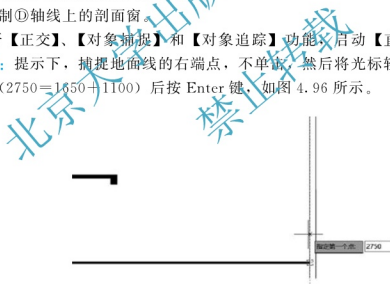

图 4.96 利用【对象追踪】辅助工具寻找水平线的起点
(1) 将【墙】图层设置为当前层。
(2) 绘制①轴线上的剖面窗。
① 打开【正交】、【对象捕捉】和【对象追踪】功能，启动【直线】命令，在 LINE 指定第一点：提示下，捕捉地面线的右端点，不单击，然后将光标轻轻向上拖出虚线，输入“2750”（ $2750=1650+1100$ ）后按 Enter 键，如图 4.96 所示。